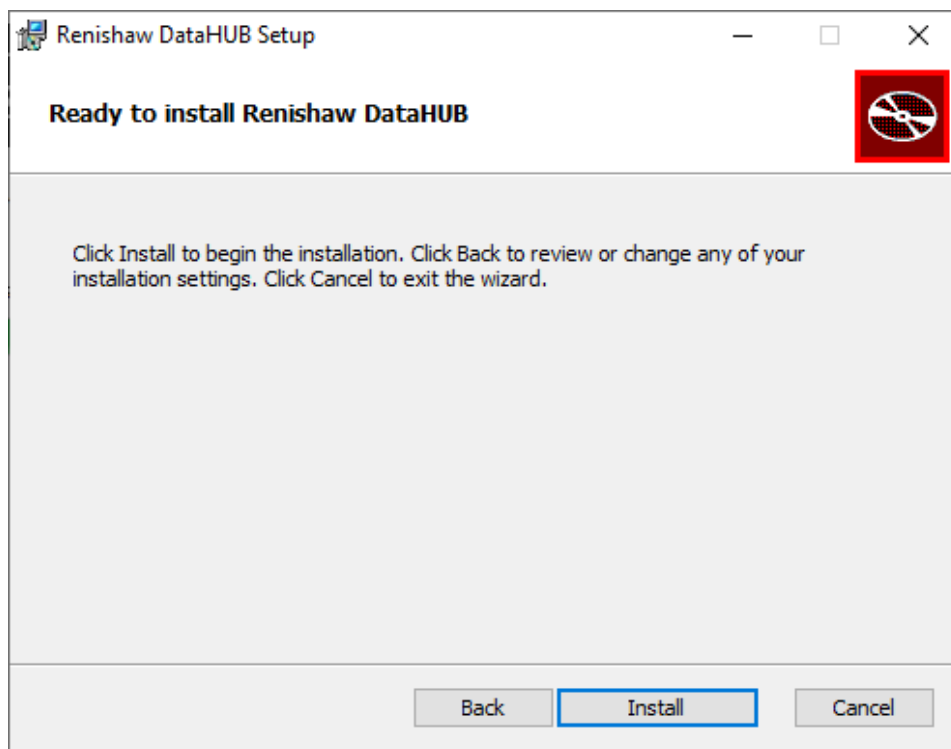

Figura 23 Installazione di DataHUB
11. Fare clic su “Next” (Avanti) e selezionare “Install” (Installa) – (vedere la figura 23).